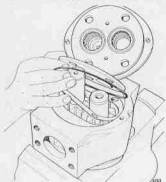

Fig 162. Borttagning av slitricka, O-ring och mellanlägg.
4. Ta bort slitricka 13, eventuellt mellanlägg 7, O-ringen 6, stödkringarna 9 och O-ringarna 10, se fig 162.